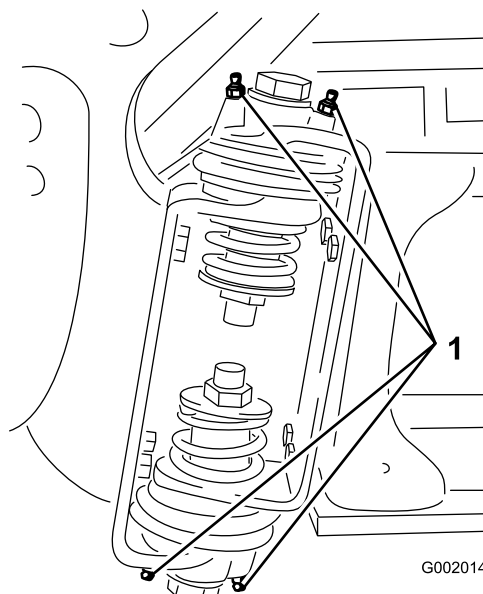

Figura 38
2. Pompați lubrifianți în rulment sau bucă la nivelul fiecărui fitting (Figura 38).